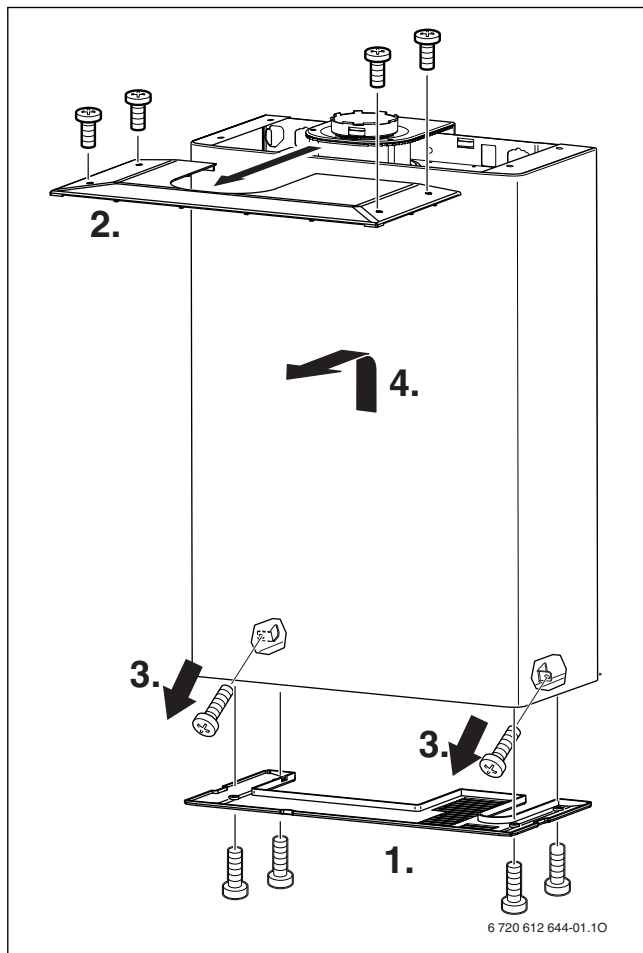

Fig. 1
- ▶ Svitare le 4 viti di fissaggio sulla copertura superiore e rimuoverla, tirando in avanti (Pos. 3, Fig. 1).
- ▶ Svitare le 4 viti di fissaggio sulla copertura inferiore e rimuovere la copertura inferiore (Pos. 1, Fig. 1).
- ▶ Allentare le due viti di sicurezza in basso nel mantello frontale (Pos. 3, Fig. 1).
- ▶ Sollevare il mantello frontale verso l'alto ed estrarlo in avanti (Pos. 4, Fig. 1).